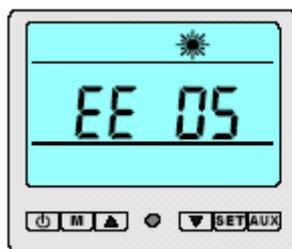

Figure 3-13
- Les températures d'entrée et de sortie de l'eau sont mesurées 1 mn après le démarrage de la PAC. Lorsque la différence de température est de plus de 10°C pendant au moins 10s, la PAC s'arrête immédiatement, le message PP06 est affiché. Après 3 mn, la PAC redémarre. Si l'erreur est détectée 3 fois en 30 mn, la PAC s'arrête définitivement et ne pourra être redémarrée que manuellement. L'erreur EE05 est affichée (voir figure 3-13).